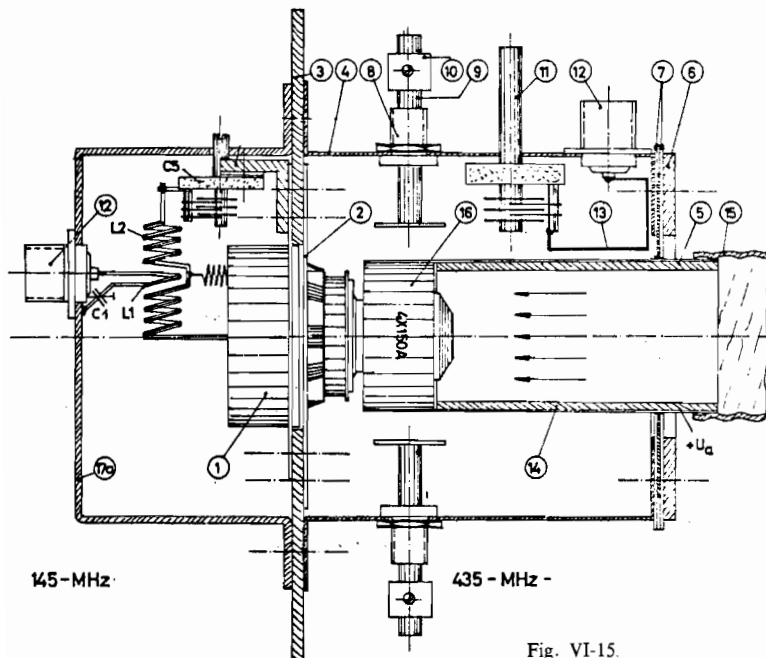

Fig. VI-15
La réalisation d'un étage tri-pleur, à partir d'un émetteur 144 MHz ne présente pas de difficultés insurmontables et n'entraîne qu'une dépense minime. Le rendement reste acceptable. La figure VI-15 représente un montage pratique utilisant un tube $4 \times 150 A$ et dans lequel le châssis est figuré par l'élément 3 sur lequel vient se fixer, à gauche, le circuit grille, constitué par la bobine L_1 , à accord-série en $\lambda/2$. L'excitation est couplée par la boucle L_2 associée à C_1 qui a pour objet de compenser la réactance de boucle. Au point milieu de L_2 aboutit une self de choc du type quart d'onde en série avec la résistance d'autopolarisation (RG).